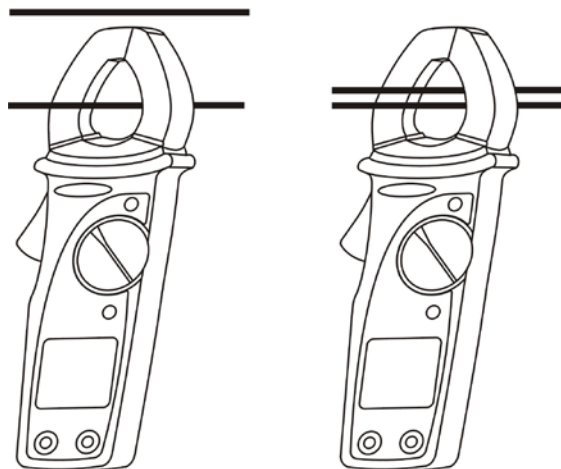

Fig. 6: Utilisation de la pince pour une mesure de courant AC
2. Ouvrir la pince et mettre le conducteur testé au centre des mâchoires de la pince (voir paragraphe 4.1.2), en considérant la connexion explicitée en Fig. 6.